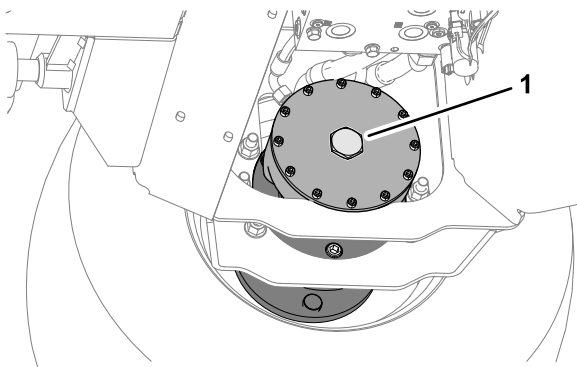

Figura 40
- Instale el tapón hexagonal en la placa del extremo del motor (Figura 40).